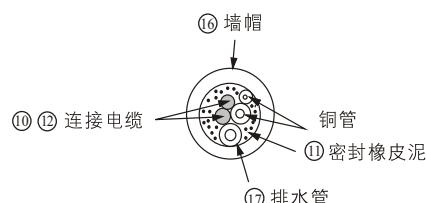

图35
- 2 用附件⑯墙帽及附件⑰密封橡皮泥来整理墙上的洞,如图34、图35。